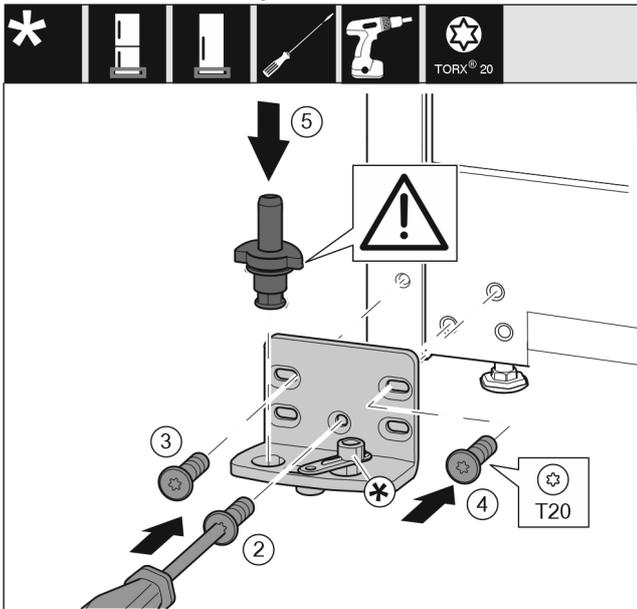

Fig. 19
- ▶ Lagerbock auf der anderen Seite ansetzen und mit Hilfe eines Schraubendrehers T20 anschrauben. Mit Schraube 2 unten in der Mitte beginnen. Fig. 19 (2)
- ▶ Schraube 3 und 4 festschrauben. Fig. 19 (3,4)
- ▶ Lagerbolzen komplett einsetzen. Dabei darauf achten, dass der Rastnocken nach hinten zeigt. Fig. 19 (5)